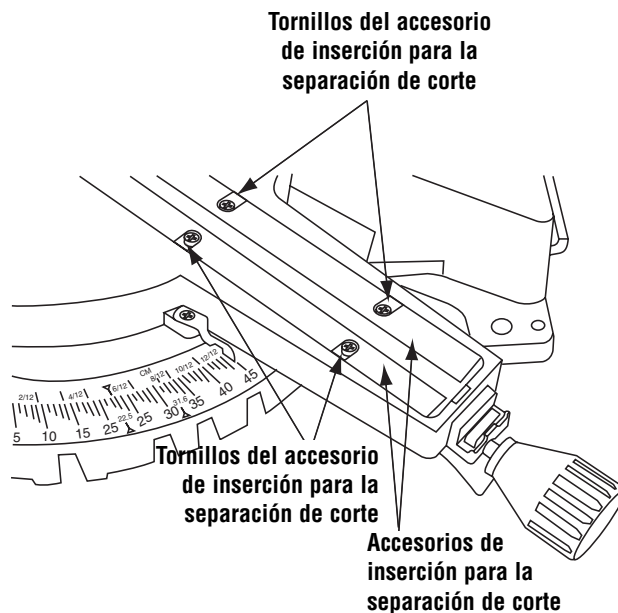

Figura 13. Accesorio de inserción para la separación de corte
2. Afloje los seis (6) tornillos del accesorio de inserción para la separación de corte usando el destornillador Phillips (Figura 13).